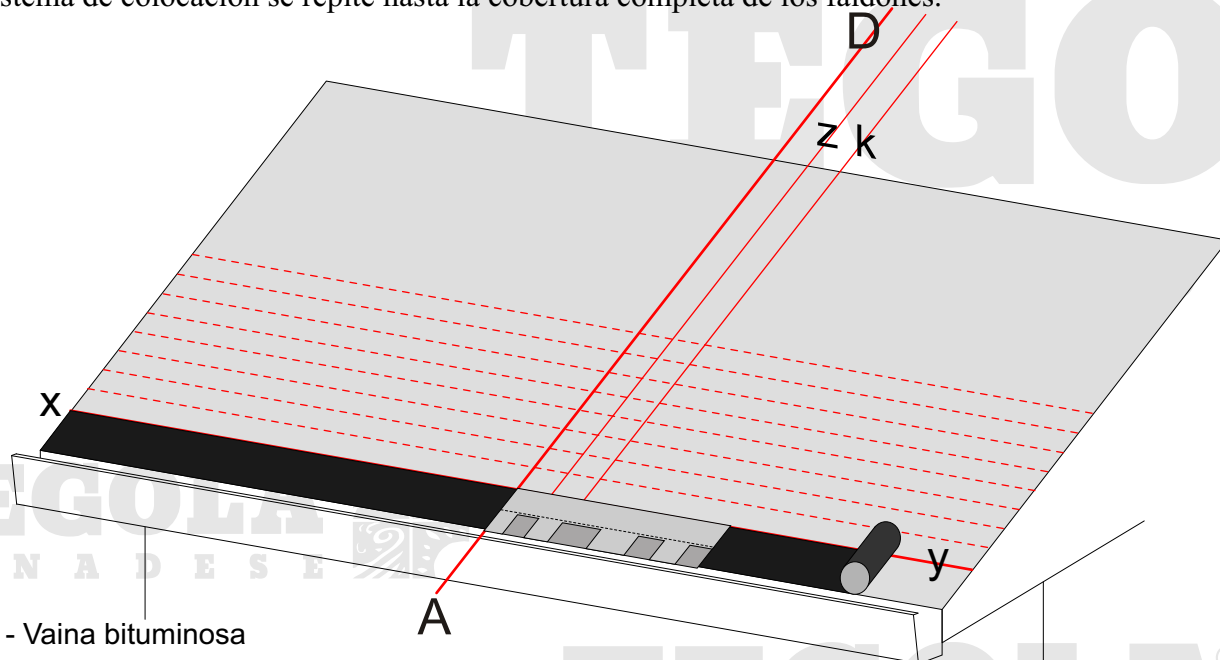

Fig. 2 - Vaina bituminosa
- Aplicar sobre la línea del alero de placado 25 cm de vaina bituminosa (fig. 2);
- La colocación de la primera hilera de placas comienza alineando la placa bituminosa a la línea AD (fig. 2).